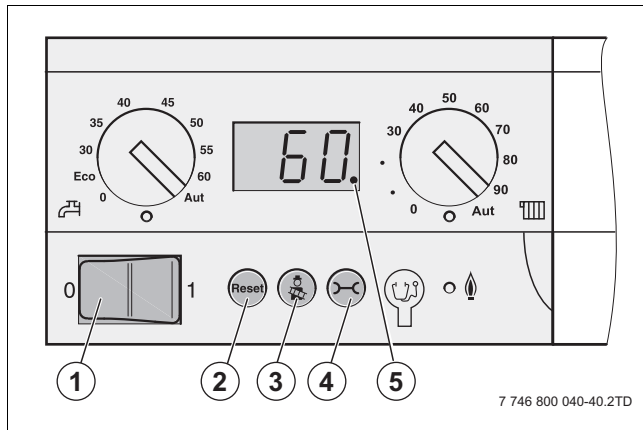

Fig. 56 Unitatea de comandă a controlerului de bază
- ▶ Setează întrerupătorul principal (→ fig. 56, [1]) la nivelul panoului de comandă al controlerului de bază la „0“ (Opr).